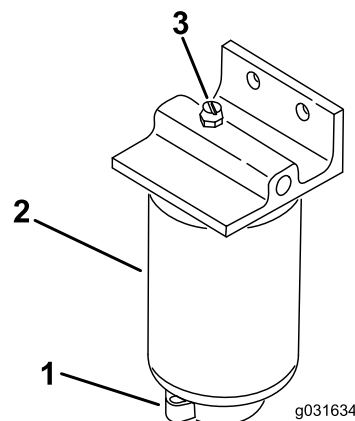

Figura 52
2. Slăbii valva de golire de la partea inferioară a filtrului (Figura 52).
1. Curăai zona de montare a filtrului (Figura 52).